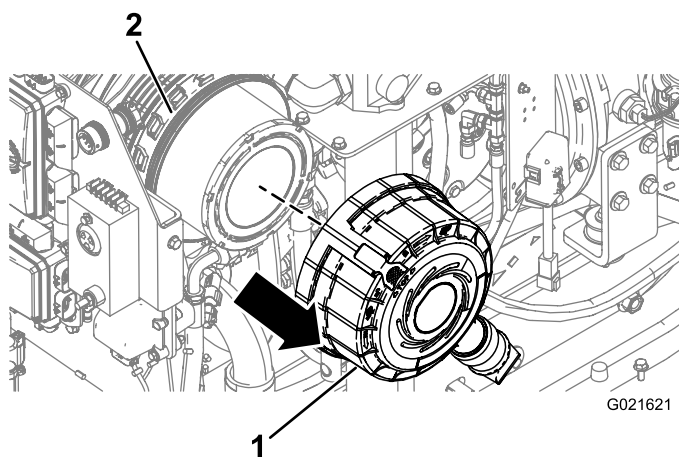

Figure 80
7. Écartez le couvercle du boîtier du filtre à air et déposez-le (Figure 80).
3. Alignez le couvercle du filtre à air sur le boîtier du filtre à air (Figure 80).